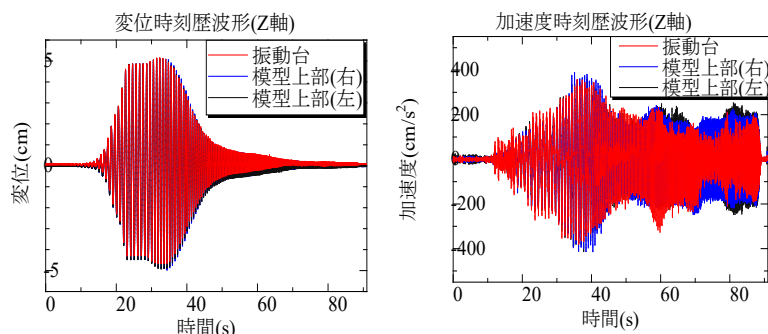
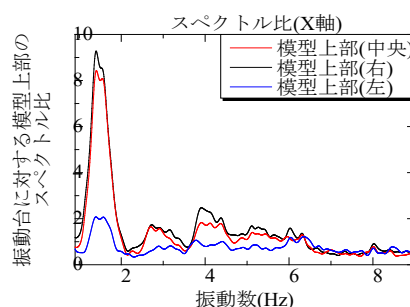

図2 変位（左）及び加速度（右）時刻歴波形（Z軸）
図3 振動台に対する上部構造のスペクトル比
- 本実験では、Z軸方向での変位時刻歴波形及び加速度時刻歴波形では振動台と模型上部の波形にあまり差がない（図2）ことから、本模型ではZ軸方向への変位及び加速度は共に十分には抑えられていないが、X軸方向では振動数1.5 Hz付近で変位及び加速度は共に抑えられている（図3）。